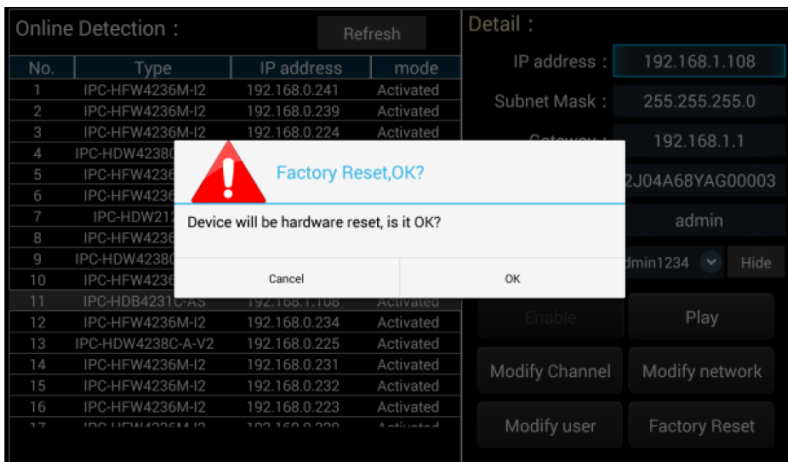

Рис. 185 Сброс к заводским настройкам
7. Для сброса настроек видекамеры к заводским воспользуйтесь кнопкой Factory Reset (Сброс к заводским настройкам), рис. 185